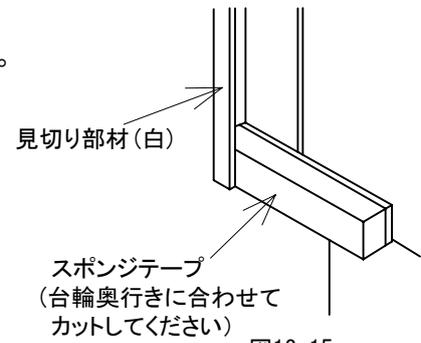

図13-15
- ③ スポンジテープを図に示す位置に貼り付けてください。(図13-15)